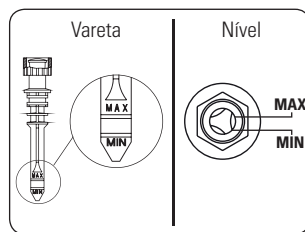

FIGURA 8.6
1. Verifique o nível de óleo (Figura 8.6) (Para compressores lubrificados).
- Para os compressores lubrificadas verifique o nível do óleo e complete-o se necessário, antes de ligar o compressor. O nível deve estar entre as marcações máxima e mínima da vareta ou do visor de nível de óleo (Figura 8.6).